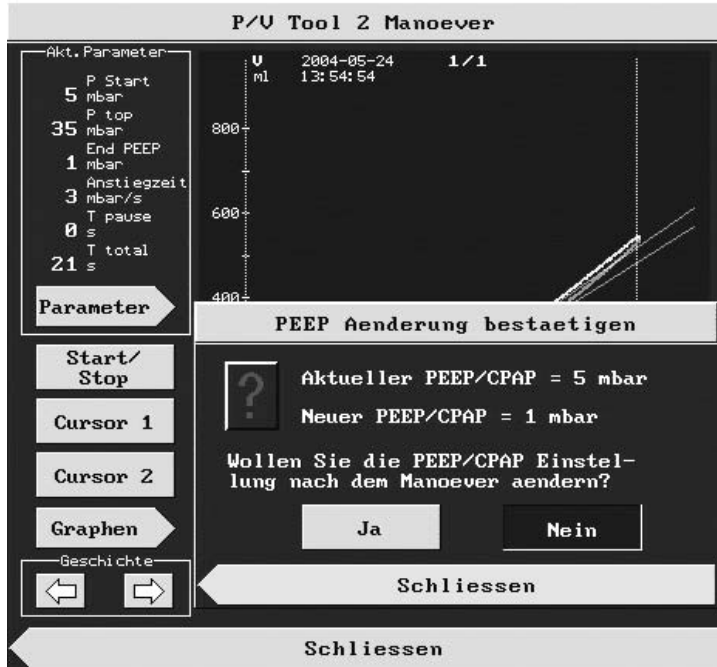

Abbildung 7-8. Fenster PEEP Aenderung bestaetigen
Wenn für **End PEEP** ein anderer Wert als der aktuelle PEEP/CPAP eingestellt wird, erscheint ein Bestätigungsfenster (Abbildung 7-8). Wählen Sie **Nein**, wenn die PEEP/CPAP-Einstellung nach dem Manöver nicht geändert werden soll. Wählen Sie **Ja**, wenn die PEEP/CPAP-Einstellung vom aktuellen Wert auf den **End PEEP**-Wert gesetzt werden soll.
4. Das Fenster **PEEP Aenderung bestaetigen** wird angezeigt (Abbildung 7-8). Wählen Sie **Nein**, und **schließen** Sie das Fenster.